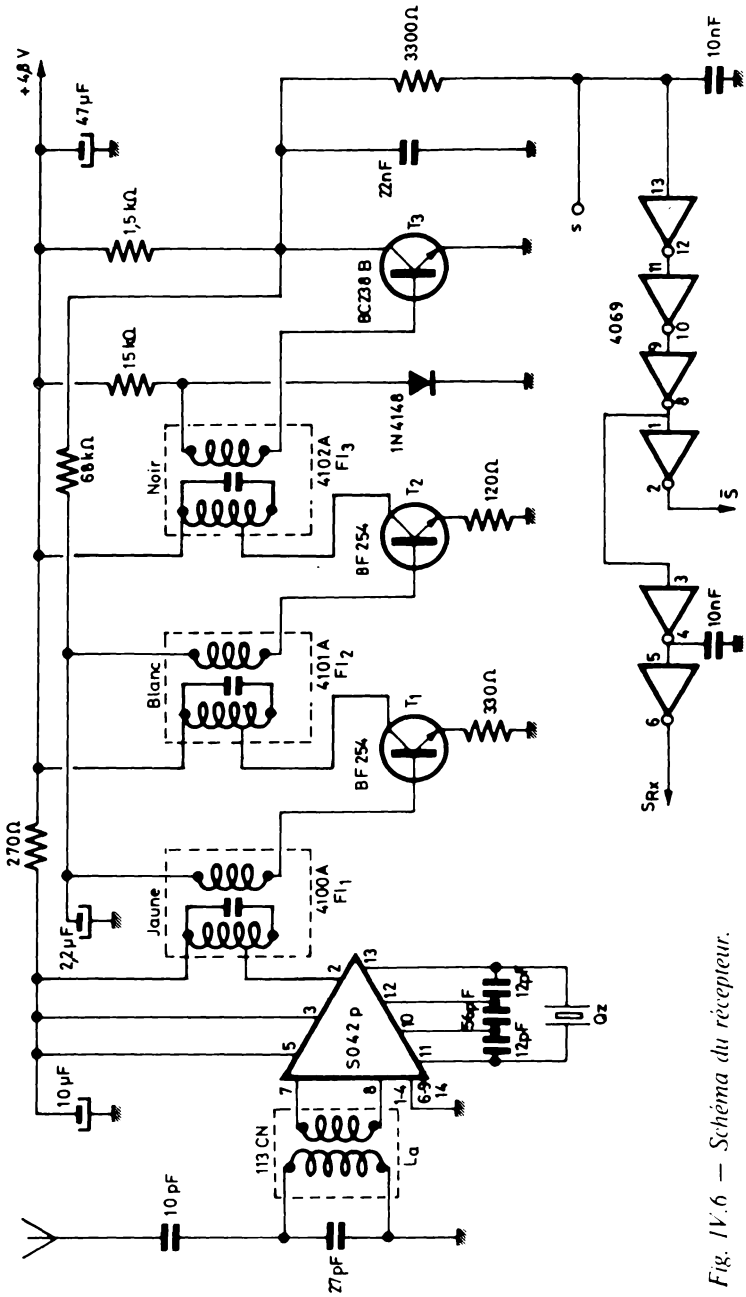

Fig. IV.6 — Schéma du récepteur.
1. Le schéma (voir la fig. IV.6)